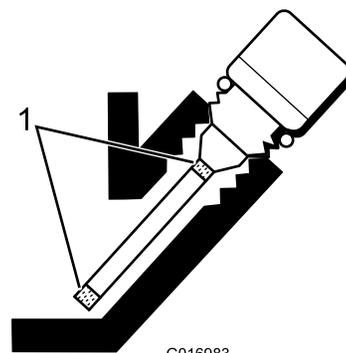

図 23
5. 不足であれば、ゲージの網目模様部分の中間位置になるまで補給する 図 23。